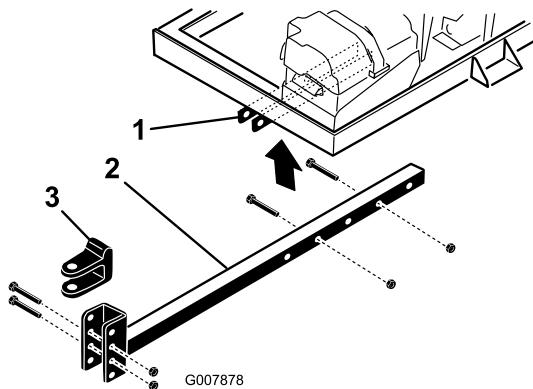

Bild 5
2. Stecken Sie das Anbauvorrichtungsrohr in die Rahmenhalterungen (Bild 5). Befestigen Sie das Rohr mit zwei Schrauben (3/8" x 3") und Bundmuttern (3/8") am Rahmen.
- Entfernen Sie die Schrauben und Sicherungsmuttern, mit denen der Anbauvorrichtungsstift (Bild 5) am Anbauvorrichtungsrohr befestigt ist.
- Nehmen Sie die Schrauben und die Muttern ab, mit denen das Anbauvorrichtungsrohr an den Rahmenhalterungen befestigt ist (Bild 5).